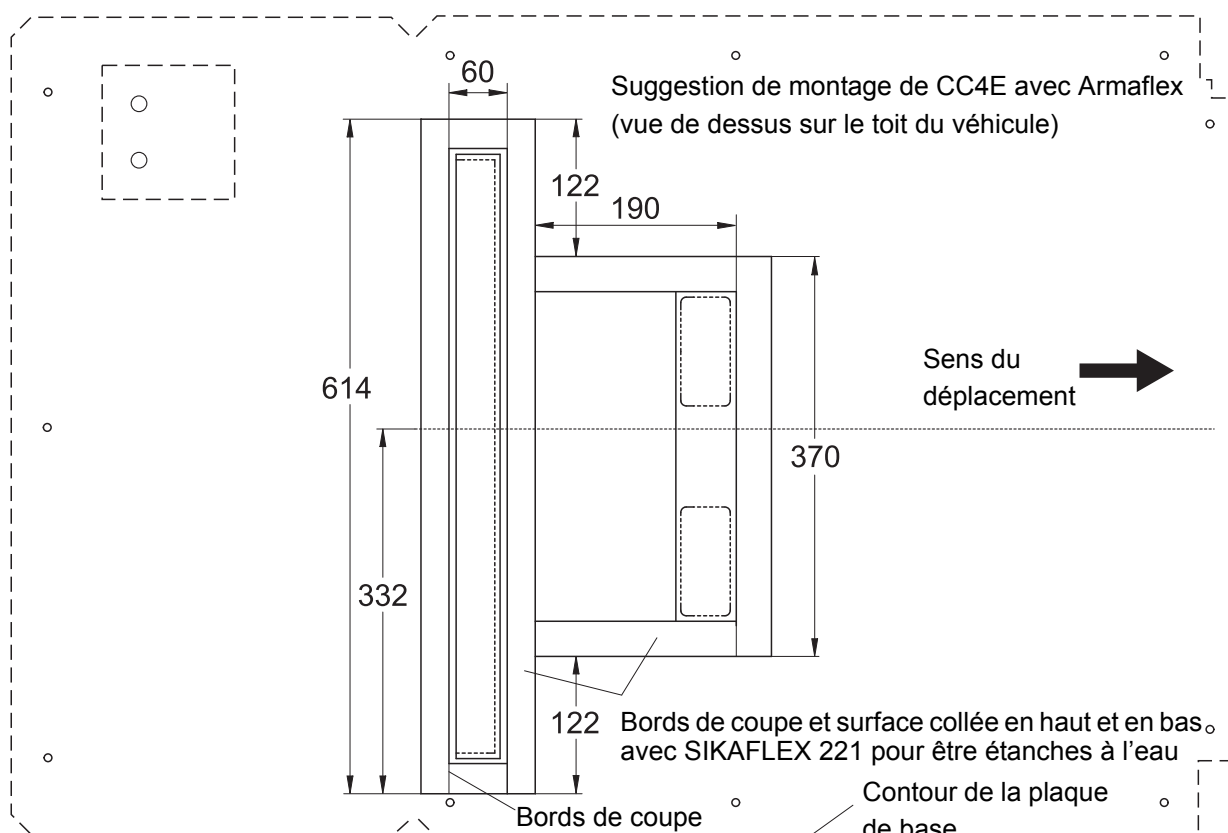

Fig. 4.2
- Tailler/adapter le cadre d'étanchéité de manière que les contours du toit (moules/rainures/courbure du toit) , fig. 4.2, soient étanches.